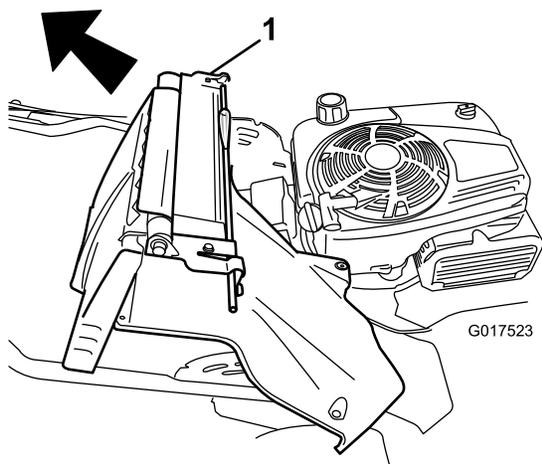

Figura 33
7. Rimuovete il gruppo leva di blocco della stegola e sportello posteriore (Figura 33).